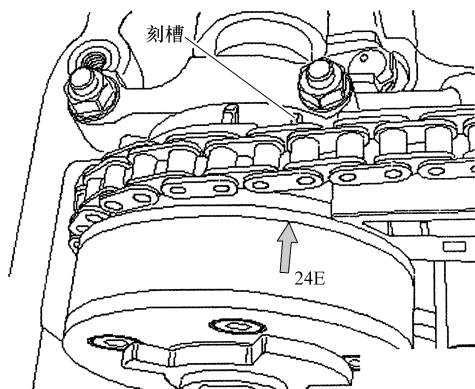

图 1-13 箭头对准刻槽
7) 把进气凸轮轴调整装置连同装上的凸轮轴正时链一起安装到凸轮轴上, 凸轮轴调整装置上的箭头必须对准正时齿轮箱上的刻槽, 如图 1-13 所示。